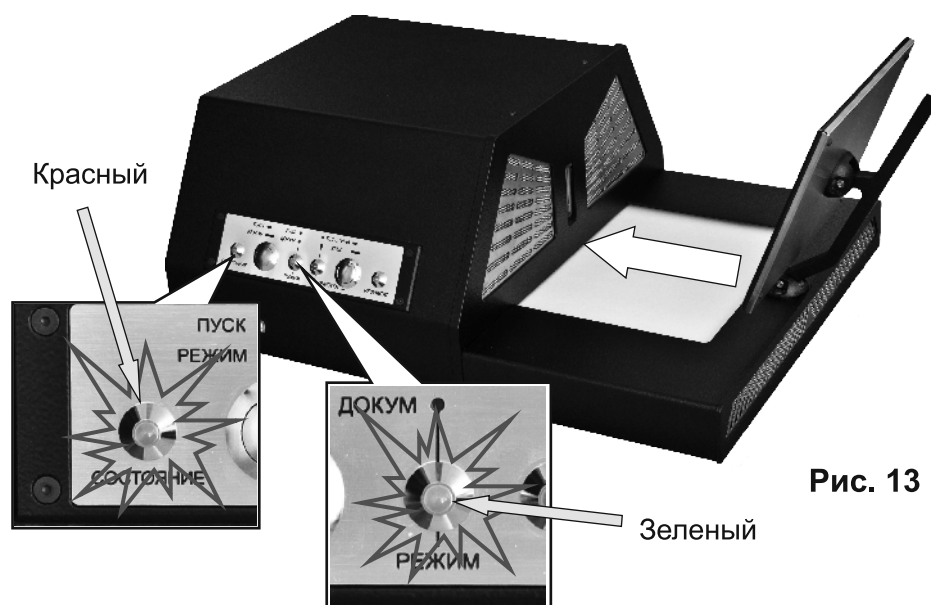

Рис. 13
7. После звукового сигнала пробоотборная пластина перемещается в зону контроля – индикатор «Состояние» меняет цвет свечения с *зеленого на красный*, индикатор «Результат» должен погаснуть. Индикатор «Режим» имеет *зеленый* цвет свечения (Рис. 13).